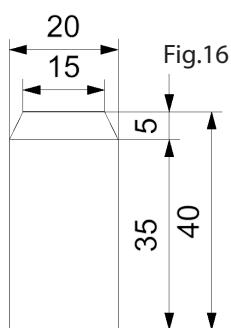

Fig.16
16. Achaflanar la pieza de la varilla redonda serrada en el paso 13 (largo 40mm) por un lado unos 30° con una lima de madera o papel de lija (ver Fig. 16).
17. En la pieza de varilla redonda achaflanada en el paso 15, marcar el centro por arriba y por abajo. Atornillar la pieza pretaladrada (9) del paso 14 con un tornillo (24) en el centro de la parte achaflanada. Encolar un imán (12) en la perforación de 15mm. Girar al revés el futbolista casi acabado y avellanar el punto marcado en el centro del cuerpo para recibir la cabeza. Encolar la cabeza (bola de madera, 8). Repetir los pasos 13-17 para el segundo futbolista.